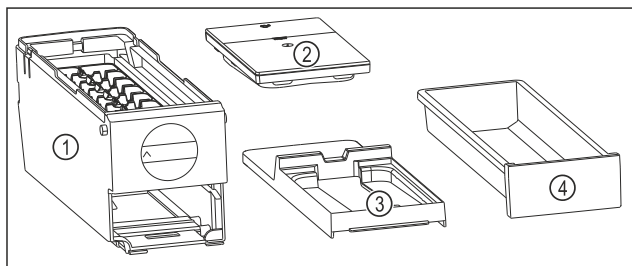

Fig. 146 Součásti EasyTwist-Ice
- EasyTwist-Ice je rozebrán na čtyři části. (viz Fig. 146)
- EasyTwist-Ice rozebírejte pouze na zobrazené součásti. (viz Fig. 146)
- Korpus EasyTwist-Ice Fig. 146 (1) vyčistěte jako celek.